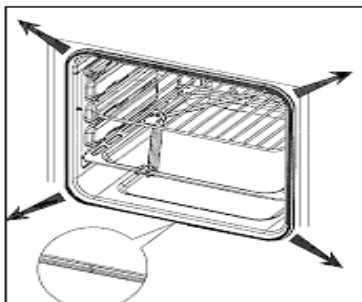

Abbildung 13
2. Entfernen Sie die alte Dichtung indem Sie sie an den Ecken nacheinander lösen wie in **(siehe Abbildung 13)** gezeigt.